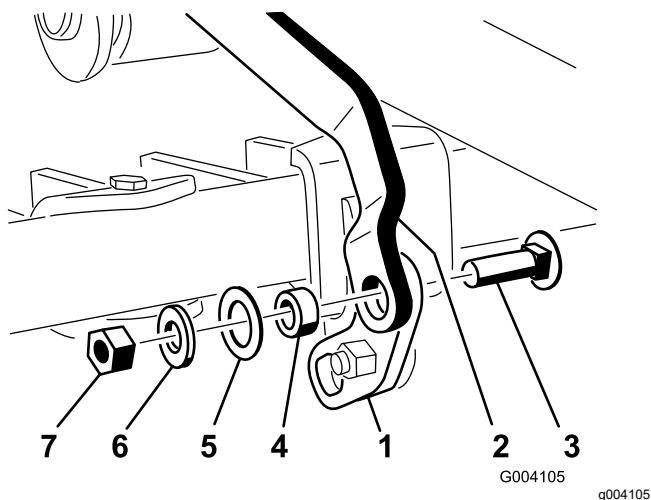

图 16
5. 在升降踏板总成膝部向上弯曲时使用一个托架螺栓 3/8 x 1-1/4 英寸、一个垫片、一个垫圈 1 英寸、一个垫圈 13/16 英寸和一个锁紧螺母 3/8 英寸将枢轴凸耳上的方孔安装到机具架连杆的末端如图 16 所示。